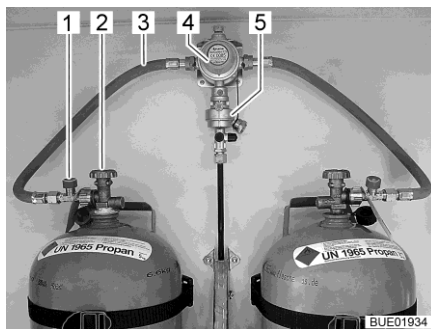
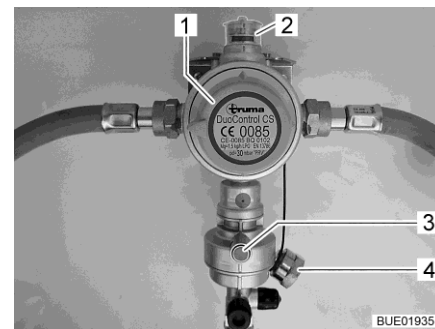

Fig. 63 Bombonas de gas con Duo-Control
Fig. 64 Sistema de regulación DuoControl
El sistema de regulación DuoControl se compone de una válvula selectora (Fig. 63,4) y el sensor de impacto (Fig. 63,5). El sistema de regulación DuoControl está montado entre las gomas del gas (Fig. 63,3) con dispositivo de seguridad en caso de rotura de manguera (Fig. 63,1). Con el botón giratorio (Fig. 64,1) en la válvula selectora se puede determinar cuál de las bombonas de gas se utilizará como bombona de servicio y cuál de ellas como bombona de reserva.
En la mirilla (Fig. 64,2) se indica el estado del suministro de gas:
Está permitido el funcionamiento con una sola bombona de gas; sin embargo, la conexión abierta se deberá tapar con una tapa ciega (Fig. 64,4).
El sensor de impacto bloqueará el suministro de gas en caso de un impacto significativo (p. ej. accidente). El sensor de impacto se pone en funcionamiento pulsando el botón de restablecimiento verde (Fig. 64,3).
El dispositivo de seguridad en caso de rotura de manguera (Fig. 63,1) bloqueará el flujo de gas si se rompe la manguera conectada. El dispositivo de seguridad en caso de rotura de manguera se deberá activar pulsando la tecla verde. La tecla verde debe mantenerse pulsada hasta que la presión haya aumentado en la manguera.
En la unidad de mando (Fig. 65), se conecta y desconecta el suministro de gas a través del sistema de regulación DuoControl. Las llaves de paso principales (Fig. 63,2) de las bombonas de gas y las válvulas de paso de gas deben abrirse a mano. Para activar el dispositivo de seguridad en caso de rotura de manguera, véase apartado "Dispositivo de seguridad en caso de rotura de manguera".
- Con el botón giratorio (Fig. 64,1) en la válvula selectora, seleccionar la bombona de gas de la que habrá de tomarse el gas principalmente (bombona de servicio). Girar el botón giratorio siempre hasta el tope.
- Abrir las llaves de paso principales (Fig. 63,2) de las bombonas de gas.
- Pulsar la tecla verde del dispositivo de seguridad en caso de rotura de manguera (Fig. 63,1). En la mirilla (Fig. 64,2) se visualizará la marca verde.
- Cerrar las llaves de paso principales (Fig. 63,2) de las bombonas de gas.
En caso de que luz de control verde (Fig. 65,6) se apague durante el servicio y se encienda la luz de control roja (Fig. 65,5), estará vacía la bombona de servicio y se deberá cambiar. En la mirilla (Fig. 64,2) se visualizará la marca roja. La bombona de reserva seguirá suministrando gas a los consumidores de gas.
- Girar el botón giratorio (Fig. 64,1) media vuelta en sentido de la bombona de gas utilizada de momento. De este modo, esta bombona de gas ahora será la bombona de servicio y la bombona de gas vacía se convertirá en la bombona de reserva. La marca en la mirilla (Fig. 64,2) cambiará de rojo a verde.
- Cerrar la llave de paso principal (Fig. 63,2) de la bombona de gas vacía. Observar el sentido de la flecha.
- Pulsar la tecla verde del dispositivo de seguridad en caso de rotura de manguera (Fig. 63,1).